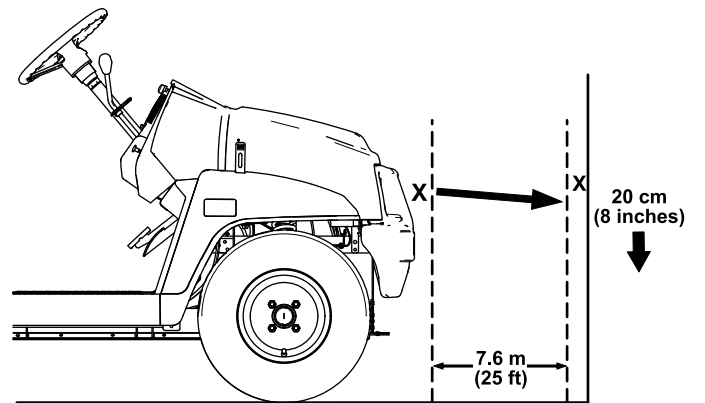

Figura 52
1. Aparque la máquina en una superficie nivelada con los faros a unos 7.5 m (25') de una pared (Figura 52).
La parte más brillante del haz del faro debe estar a 20 cm (8") por debajo de la marca hecha en la pared (Figura 52).